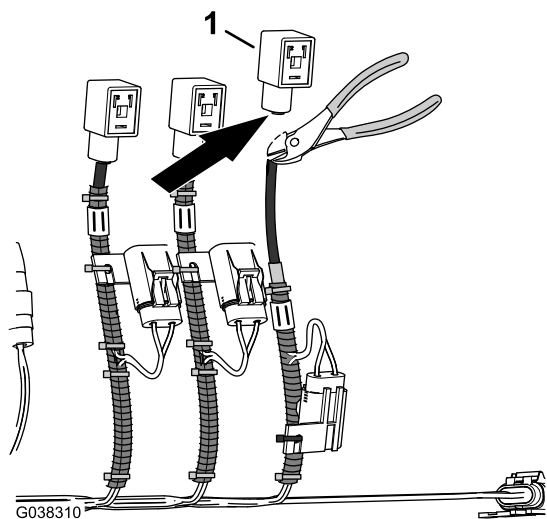

Рисунок 32
- Отрежьте жгут проводов соединителя DIN под соединителем DIN (Рисунок 32)